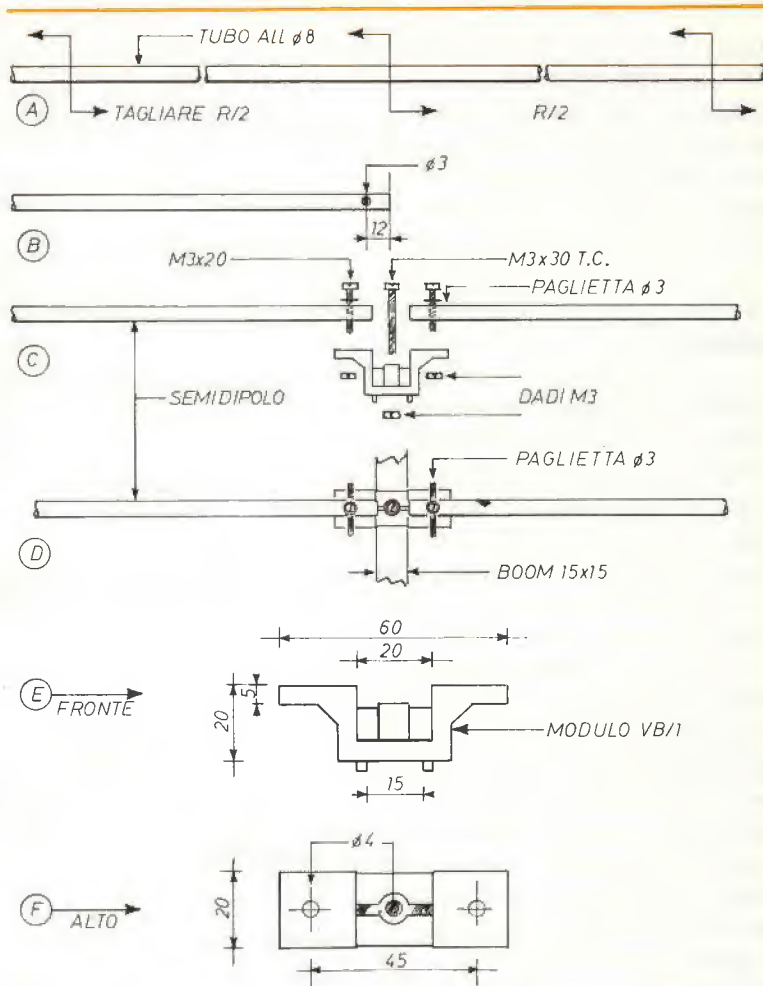

figura 2 - Assemblaggio dipolo attivo.
Il procedimento è schematizzato in fasi successive nella figura 2. È stato scelto il tubo di alluminio  $\varnothing$  8 mm solo per motivi di resistenza.
N.B. A parte sono riportate le misure del supporto in plastica; figura 2/E/F. Tenere presente questi dati nel caso di soluzioni alternative.